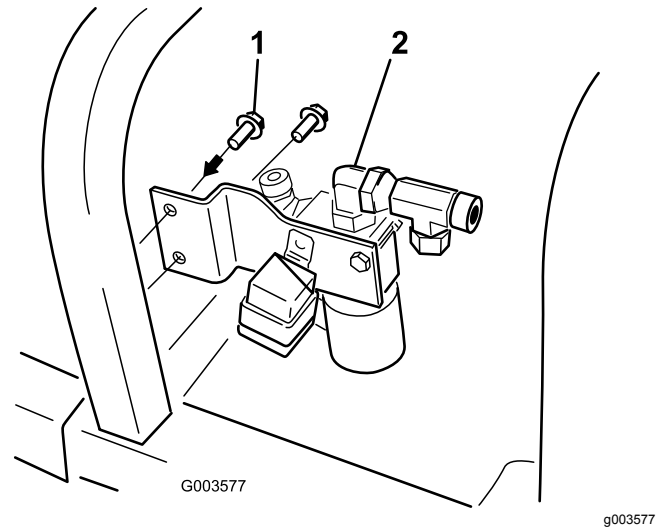

Figura 13
7. Instale el soporte de la válvula en el bastidor de la máquina con 2 tornillos de formación de rosca ($\frac{9}{32}$ " x $\frac{3}{4}$ "); consulte la Figura 13.